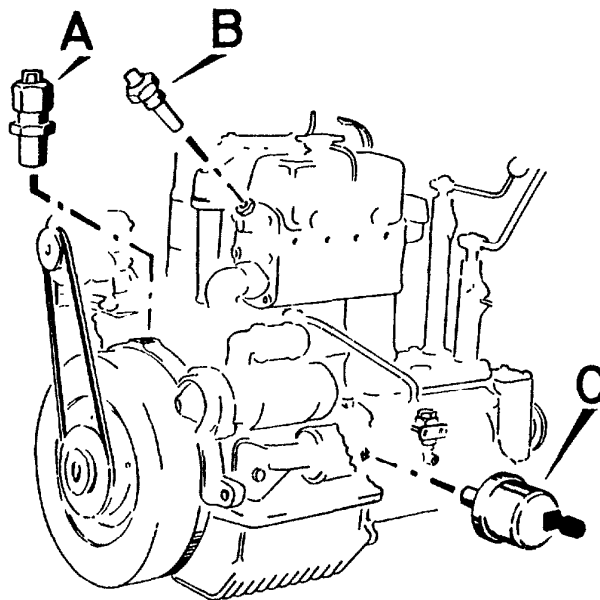
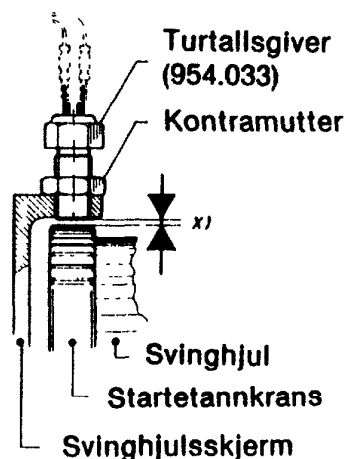

Fig. 37
Fig. 38
1. Skru turtallsgiveren (A) fig 37 direkte gjennom svinghjulsskjer- men (fig. 38) til den stopper mot startekransen, og gjenges *to om- dreininger tilbake*, se punkt x). Skru deretter kontramutteren fast.